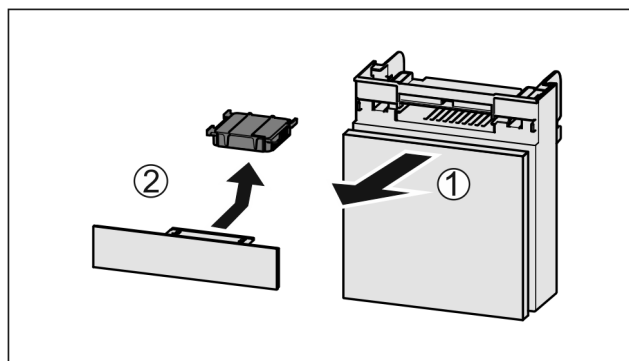

Fig. 116
- ▶ Потягніть Fig. 116 (1) відділення вперед.
- ▶ Витягнути Fig. 116 (2) фільтр з активованого вугілля.